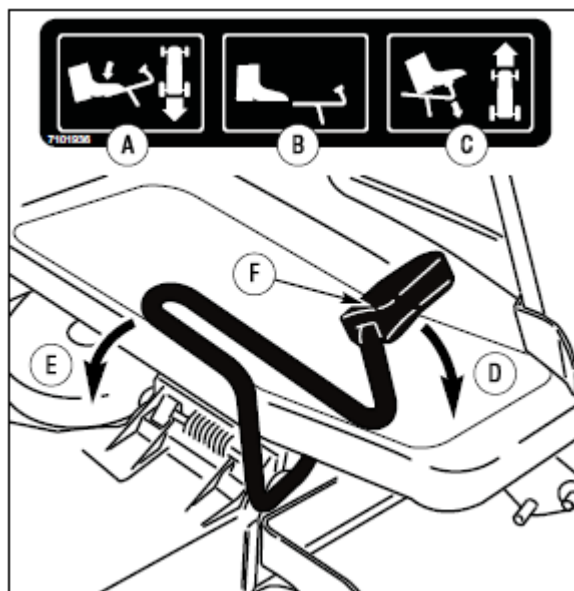

Рис. 11:
4. Плавно нажмите на педаль управления движением (рис. 11).
1. Плавно нажмите на педаль движения и выберите необходимую скорость (рис. 11).
1. Нажмите на педаль движения (рис. 11) или